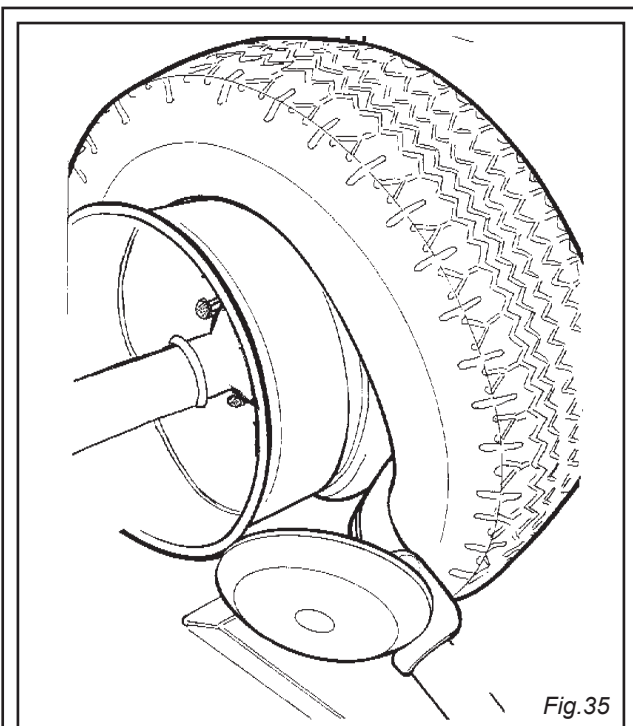

Fig. 35
8) Avanzare con l'utensile fino a portare il suo punto rosso di riferimento in asse con il bordo esterno del cerchio ad una distanza di 5 mm. dallo stesso (vedi Fig. 35).
14) Portare la pedana mobile (10) sulla verticale della ruota ed abbassare l'autocentrante fino ad appoggiare il pneumatico sulla pedana stessa.